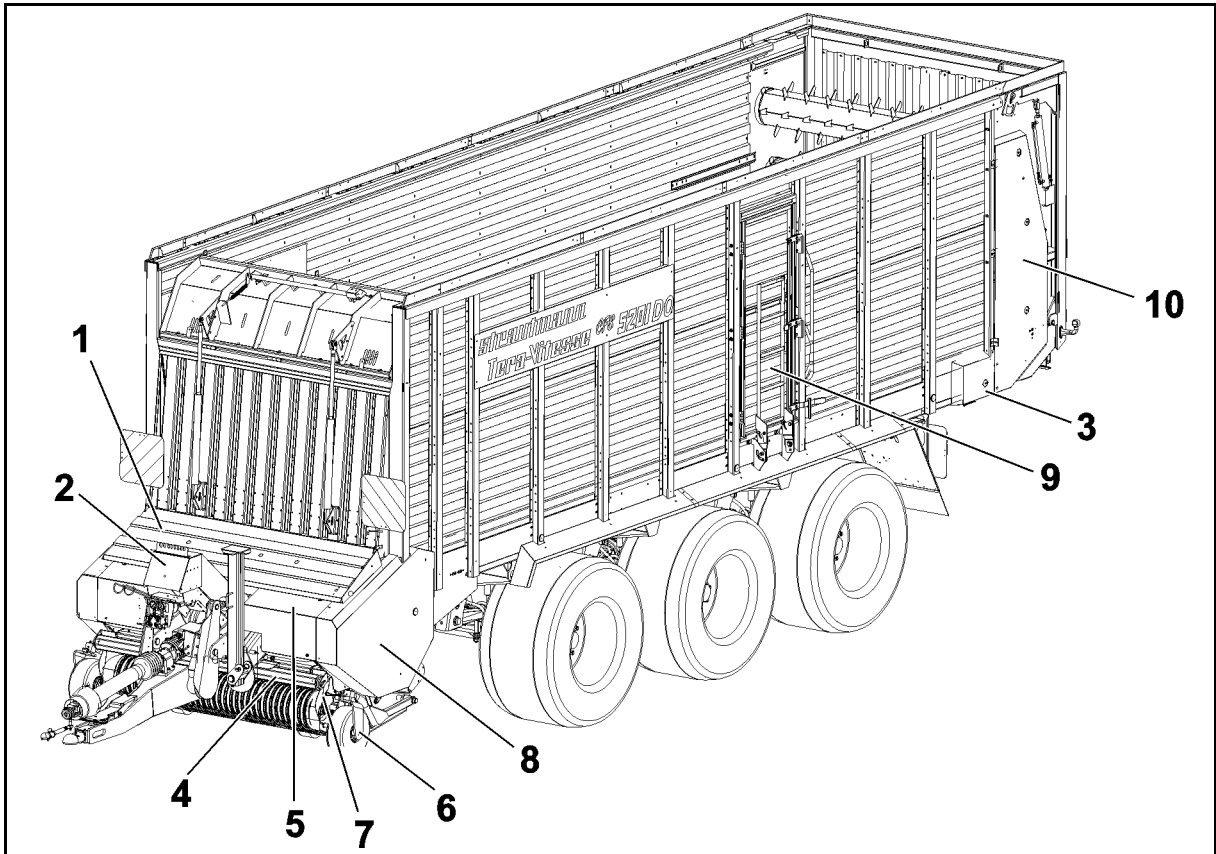

Fig. 3
Example (Fig. 3/6):
- Figure 3